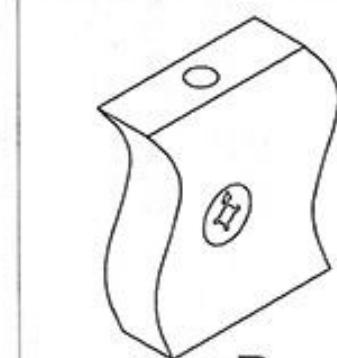

Рис. 1
1. Прибить подпятники (6) при помощи гвоздей к боковинам 2 и 4. Далее прикрутить направляющие (7) при помощи евровинтов (8) в детали 2, 4, 6, причем на деталь 6 направляющие (7) прикручиваются с обоих сторон (со второй стороны направляющие прикручиваются саморезами (5). Вставить стяжки-растекс (9) в деталей 2 и 4, и стяжки-растекс (3) в стойки 6 (см. рис. 1). После этого забить шканты (1) в детали 2, 3, 4 и 6. Соединить боковины 2 и 4